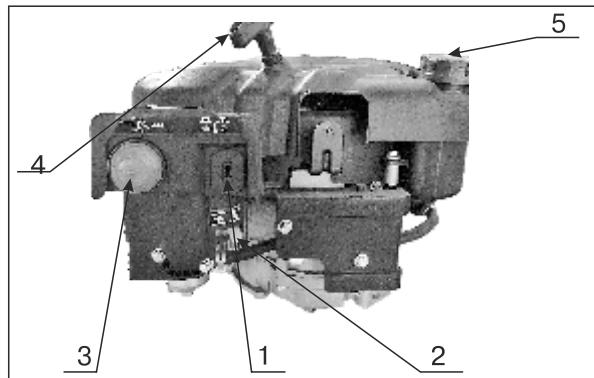

Рис. 6
**Праймер** (рис. 6 поз. 3) – служит для впрыска топлива непосредственно в карбюратор для пуска двигателя в холодную погоду.
**Пусковая рукоятка стартера** (рис. 1 поз. 4, рис. 6 поз. 4) – используется для пуска двигателя вручную.
**Воздушная заслонка** (рис. 6 поз. 2) – используется для пуска двигателя из холодного состояния.
**Крышка топливного бака** (рис. 6 поз. 5) – снимается для дозаправки топливом.
## Запуск двигателя (Рис. 6)
- Передвиньте воздушную заслонку (рис. 6 поз.2) в положение «CHOKЕ» на холодном двигателе.
раза (рис. 6 поз.3).
- Заведите двигатель, используя ручной стартер (рис. 6 поз.4). Для этого медленно потяните рукоятку ручного стартера до тех пор, пока не почувствуете повышенное сопротивление шнуря.